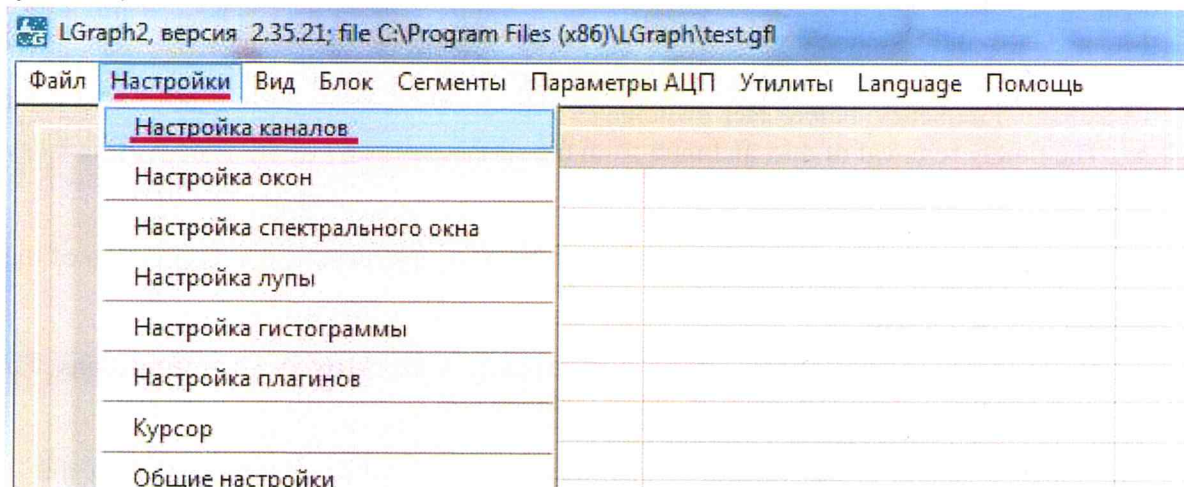

Рисунок 17 – Пункт «Настройка каналов»
9) В верхней панели найдите вкладку «Настройки» и выберите пункт «Настройка каналов» (рисунок 17).